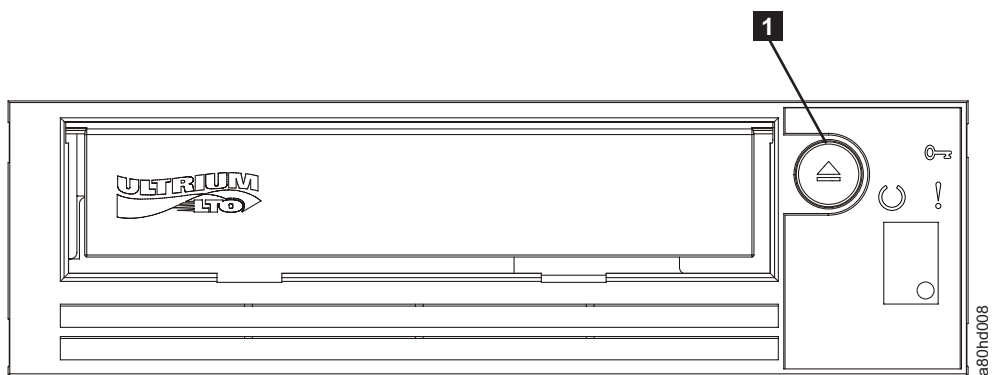

図 17. ドライブのリセット
ドライブおよびシステムの電源をオフにせずにドライブをリセットできます。これは、ドライブが応答しなくなった場合に必要になります。このリセットを行うには、テープ・ドライブのフロント・パネルにある排出ボタンを 10 秒間押し続けます (20 ページの図 17)。ドライブは、大切な技術データのダンプをドライブ・メモリーに強制的にとり、既存のダンプを上書きします。これで、ドライブがリブートして通信可能になります。
2. 排出ボタンを押します ( 20 ページの図 17 の **1** を参照)。ドライブはテープを巻き戻して、カートリッジを排出します。テープの巻き戻し中は作動可能/アクティビティ LED が緑色で明滅し、カートリッジが排出される前に消灯します。